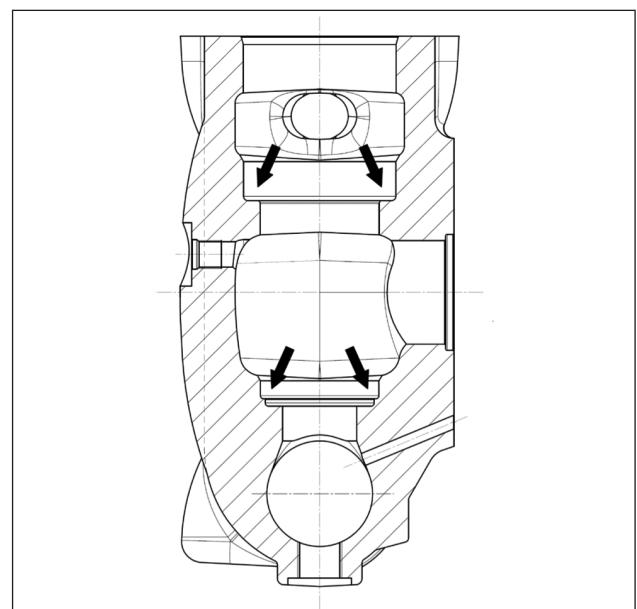

Fig. 115
Avant de replacer les groupes soupape, nettoyer et essuyer parfaitement leurs sièges respectifs ménagés dans la tête hydraulique et indiqués par les flèches (rep. ①, Fig. 115).